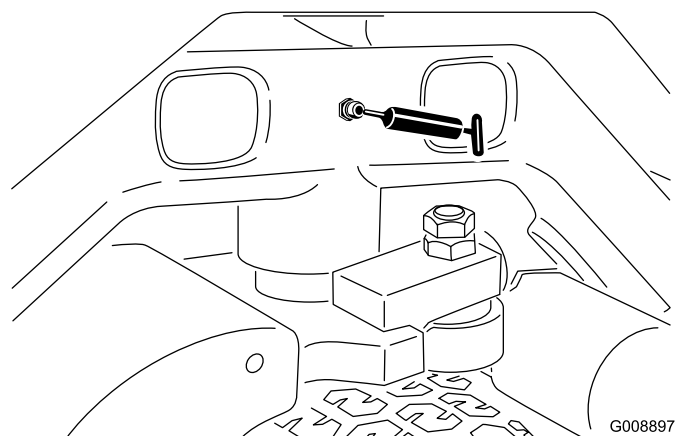

Рисунок 48
- Шарнир поворотного кулака (Рисунок 48).